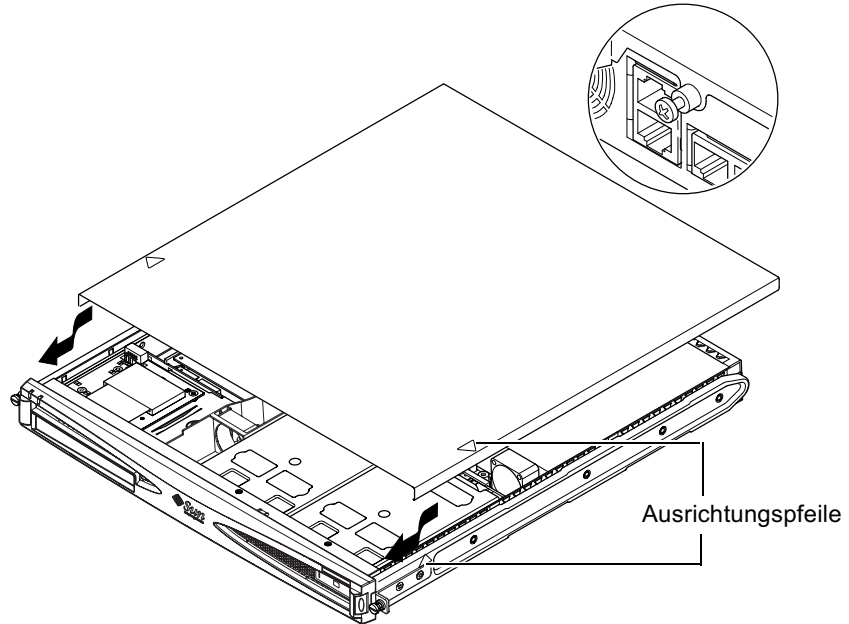

ABBILDUNG 4-9 Aufsetzen der oberen Abdeckung
7. Bringen Sie die Abdeckung des Servers wieder an, und ziehen Sie die Sperrschraube fest (siehe ABBILDUNG 4-9 in Abschnitt 4.7, „Obere Abdeckung des Servers anbringen“ auf Seite 4-14).
- 5. Bringen Sie die Abdeckung des Servers wieder an, und ziehen Sie die Sperrschraube fest (siehe ABBILDUNG 4-9 in Abschnitt 4.7, „Obere Abdeckung des Servers anbringen“ auf Seite 4-14).**
3. Bringen Sie die Abdeckung des Servers wieder an, und ziehen Sie die Sperrschraube fest (siehe **ABBILDUNG 4-9** in Abschnitt 4.7, „Obere Abdeckung des Servers anbringen“ auf Seite 4-14).
8. **Bringen Sie die Abdeckung des Servers wieder an, und ziehen Sie die Sperrschraube fest (siehe ABBILDUNG 4-9 in Abschnitt 4.7, „Obere Abdeckung des Servers anbringen“ auf Seite 4-14).**
7. **Bringen Sie die Abdeckung des Servers wieder an und ziehen Sie die Sperrschraube fest (siehe ABBILDUNG 4-9 in Abschnitt 4.7, „Obere Abdeckung des Servers anbringen“ auf Seite 4-14).**
3. **Ziehen Sie anschließend die Sperrschraube auf der Rückseite an (siehe ABBILDUNG 4-9).**